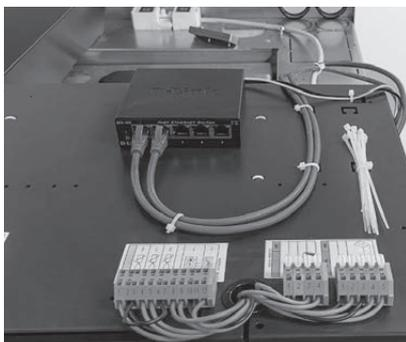

Fig. 98 Collegamento alle morsettiere (morsetti senza viti con molla a gabbia)
- ▶ I morsetti di collegamento (morsetti senza viti con molla a gabbia) si trovano sul coperchio del quadro di comando – Fig. 98.